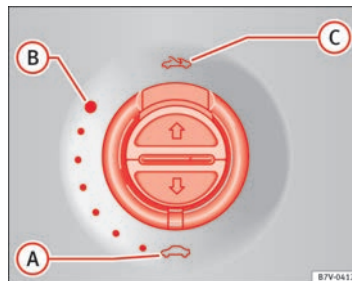

Fig. 57 En el revestimiento interior del techo: gire el conmutador para abrir y cerrar.
⇒ fig. 57
- El conmutador ⇒ fig. 57 debe estar en la posición de "cerrado" .